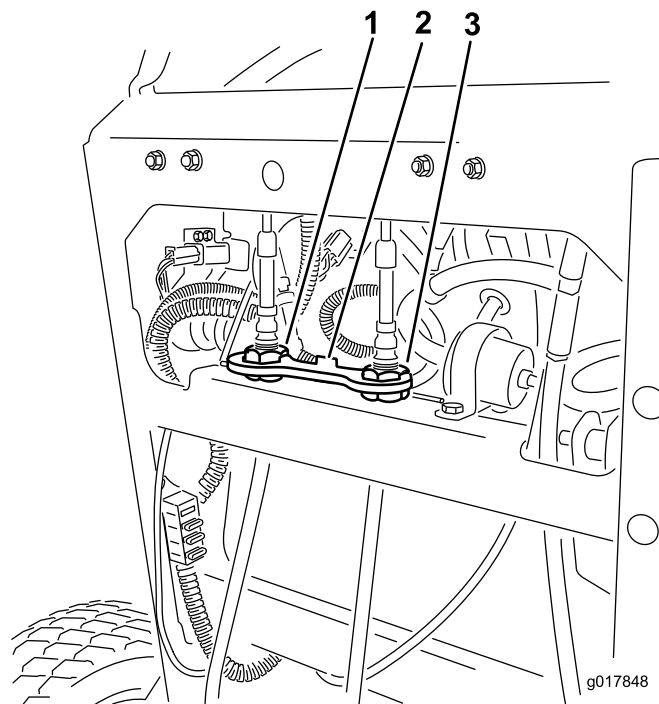

図 55
4. ケーブル調整ナットを固定しているケーブルロックを解除する (図 55)。
5. 右ケーブル調整器を回して、右側コントロールレバーがコントロールパネルのニュートラルロックスロットの中央にくるようにする (図 55)。
10. ケーブルロックを調整ナットに取り付けて、調整を固定する (図 55)。